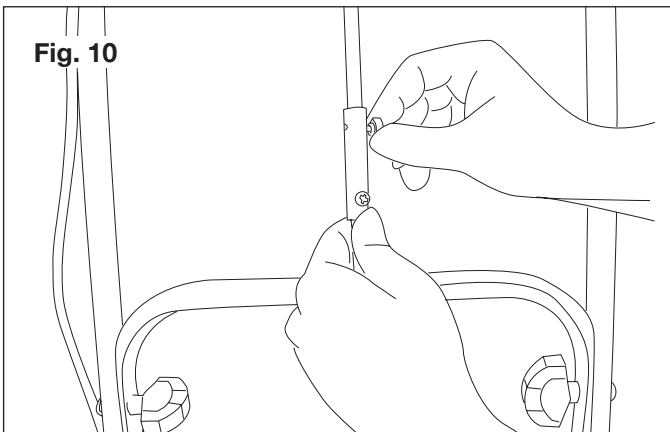

Fig. 10
4. Alignez les trous de vis et serrez la vis à la main (Fig. 10).